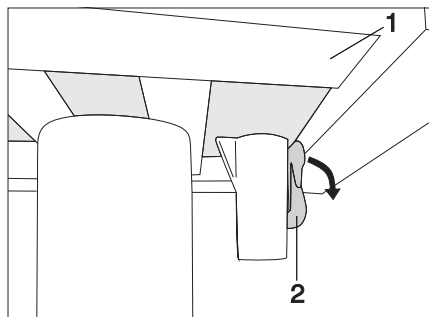

Bild 97 Spärr bord med en pelare (låst)
- Fäll ned spärren (Bild 97,2).
- Förskjut bordsskivan (Bild 97,1) till önskat läge.
- Fäll upp spärren (Bild 97,2) igen.